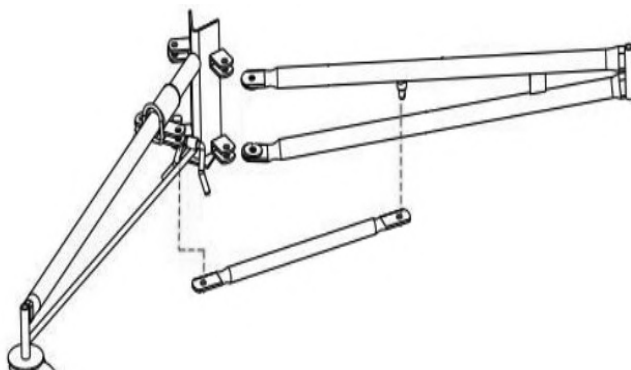

Figure 11
- Fixer les connecteurs de base à la jambe de base et à l'anneau d'étrier à l'aide de rondelles Ø 12, de goupilles fendues Ø 2,5x25 et de boulons comme indiqué à la Fig. 11.